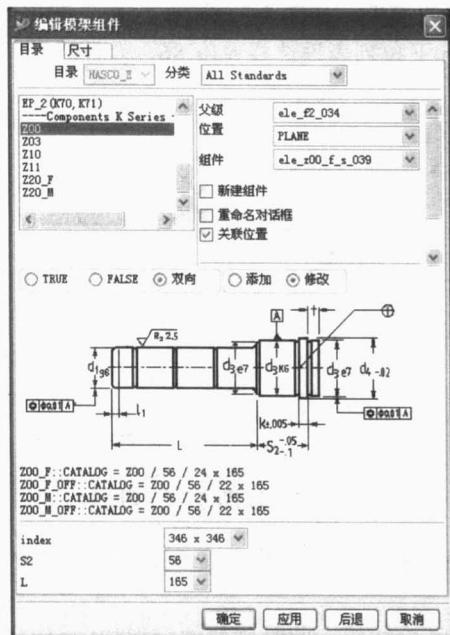
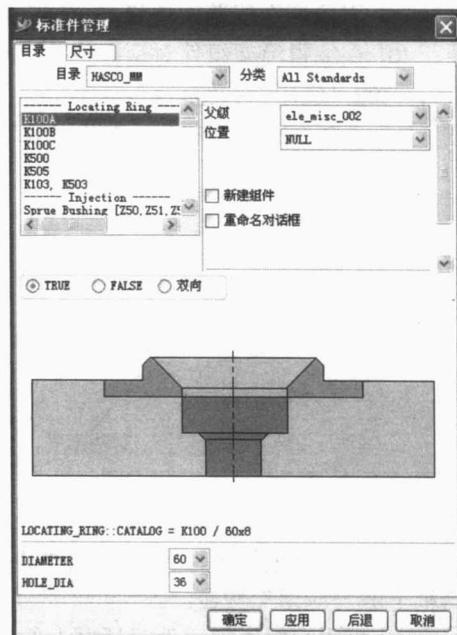

图 1-35 编辑模架组件对话框
图 1-36 标准件管理对话框
⑩ 在工具栏上单击“模架”按钮 ，在弹出的对话框上单击“编译组件”按钮 。
⑪ 隐藏模板，然后选择导柱。在编辑模架组件对话框上设置 S2: 56, L 为: 165，如图 1-35 所示。
⑫ 单击“确定”按钮，完成导柱长度的修改。
⑬ 在模架管理对话框上单击“取消”按钮。
(2) 添加定位环
① 在工具栏上单击“标准件”按钮 。
② 在分类下拉列表框中选择 All Standards，如图 1-36 所示。